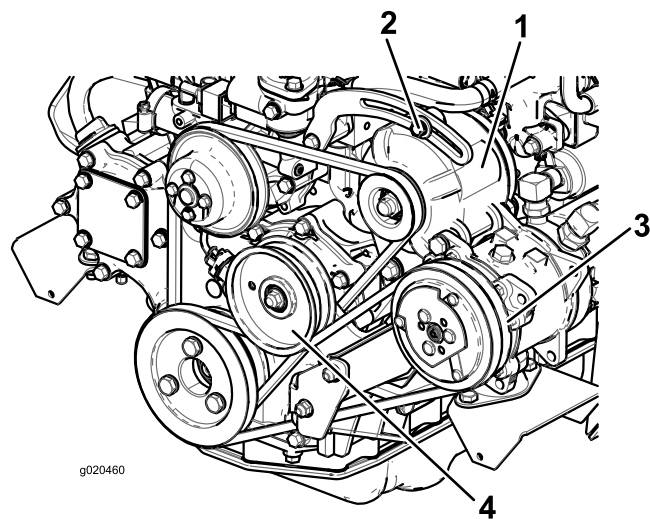

図 114
たわみが 10 mm でない場合には、オルタネータ取り付けボルトをゆるめ 図 114、
100 運転時間ごとにベルト 図 114 の劣化状態および張り具合を点検してください。
2. たわみが 10 mm でない場合には、アィドラプーリ取り付けボルトをゆるめる 図 114。コンプレッサベルトの張りを調整し、ボルトを締め付ける。もう一度ベルトのたわみを点検し、適切に調整されたことを確認する。